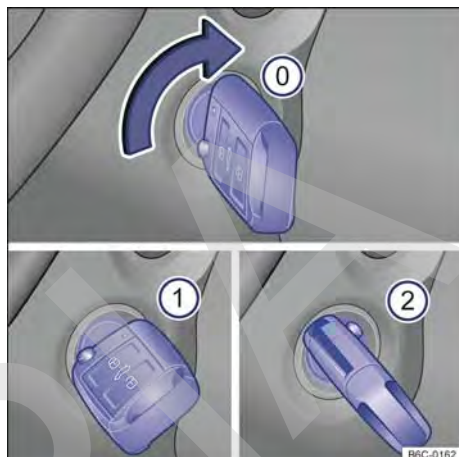

Fig. 90 Al lado del volante de la dirección, a la derecha: posiciones de la llave del vehículo en la cerradura de encendido.
Posiciones de la llave del vehículo → fig. 90
- ① Encendido desconectado. La llave del vehículo puede ser retirada.
- ① Encendido conectado.
- ② Pisar el pedal del freno y encender el motor. Cuando el motor arranque, suelte la llave del encendido. Al soltar, la llave del vehículo vuelve a la posición → fig. 90 ①.
- **Vehículos con cerradura de encendido:** girar la llave del vehículo a la posición → fig. 90 ①. El encendido está conectado. En ese momento la luz de control del sistema de arranque en caliente ∞ se encenderá en el instrumento combinado. Esperar a que la luz de control ∞ se apague indicando el final del calentamiento del combustible (esta acción puede ser necesaria en condiciones de arranque con el motor frío).
- **Vehículos con cerradura de encendido:** girar la llave del vehículo en la cerradura de encendido a la posición → fig. 90 ② – no acelerar. Cuando el motor comience a funcionar, soltar la llave del vehículo en la cerradura de encendido.
- *Vehículos con cerradura de encendido*: girar la llave del vehículo en la cerradura de encendido a la posición → fig. 90 .